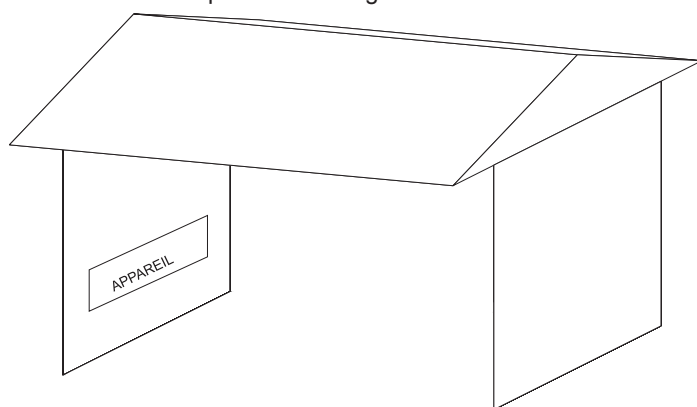

Figure 7
- Avec un boîtier partiel qui comprend un couvert aérien, mais pas plus de deux parois latérales. Ces parois latérales peuvent être parallèles, comme dans un passage couvert ou à angles droits sur chaque côté. Voir figure 7.